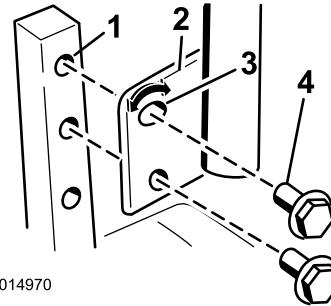
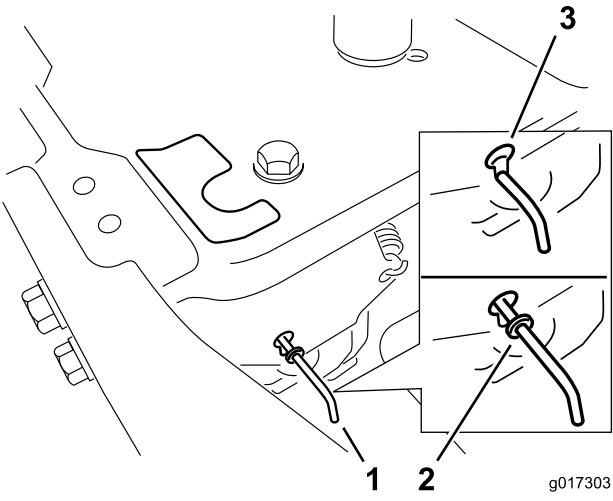

Bild 23
Bild 24
1. Entfernen Sie die beiden Schrauben, mit denen der Schalthebel am Schalthebelarm befestigt ist (Bild 23).
2. Setzen Sie den Schalthebel in die nächste Lochposition. Befestigen Sie den Hebel mit den zwei Schrauben (Bild 23).
2. Lösen Sie die untere Schraube genug, um den Schalthebel nach vorne oder hinten zu drehen (Bild 23). Ziehen Sie beide Schrauben fest, um den Schalthebel in der neuen Stellung zu arretieren.
4. Schieben Sie die Bypasshebel nach vorne durch das Schlüsselloch und nach unten, um sie zu arretieren, wie in Bild 23/Bild 24 dargestellt. Wiederholen Sie dies für jeden Hebel.
Schieben Sie die Bypasshebel nach hinten durch das Schlüsselloch und nach unten, um sie zu arretieren, wie in Bild 24 dargestellt. Wiederholen Sie dies für jeden Hebel.